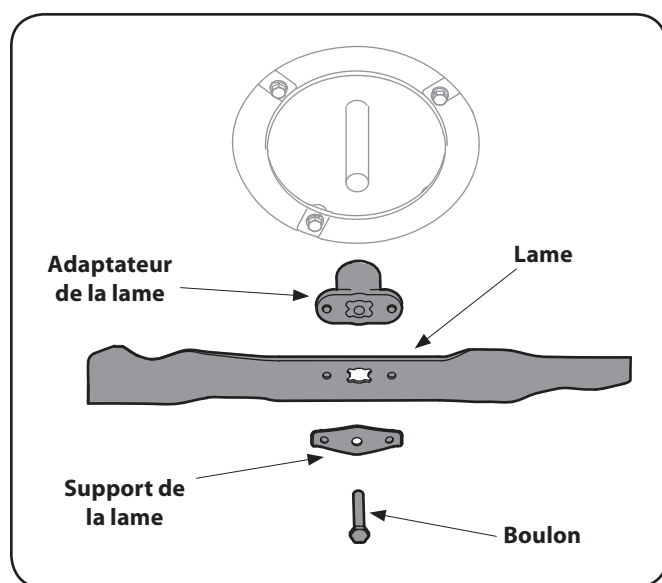

Figure 7-1
2. Enlevez le boulon et le support de la lame qui maintiennent la lame et l'adaptateur sur le vilebrequin. Voir la Fig. 7-1.
3. Dégagez la lame et l'adaptateur du vilebrequin. Voir la Fig. 7-1.
5. Lubrifiez le vilebrequin et la surface intérieure de l'adaptateur de la lame avec une huile légère. Glissez l'adaptateur de la lame sur le vilebrequin et positionnez la lame sur l'adaptateur de façon que le côté « Bottom » (ou le numéro de pièce) se trouve sur le dessous (vers le sol) pendant le fonctionnement. Assurez-vous que la lame est bien alignée et qu'elle repose sur les paliers de l'adaptateur. Voir le détail de la Figure 7-1.